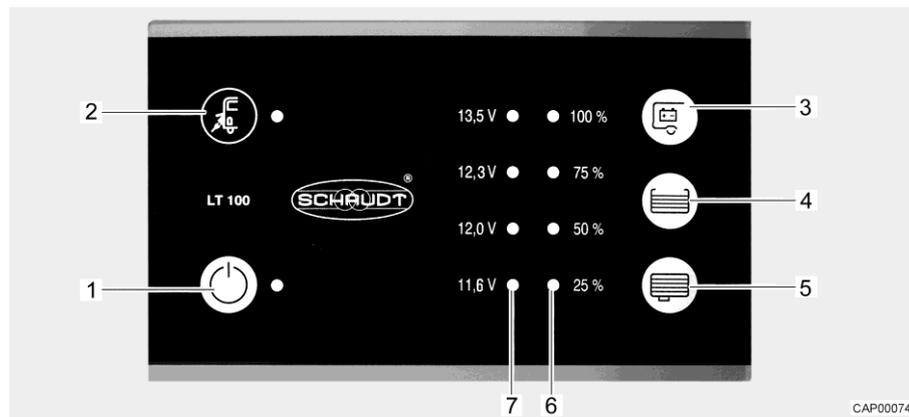

Fig. 31 Pannello di controllo (LT 100)
Il LED giallo accanto al simbolo del collegamento a rete "⚡" (Fig. 31,2) si accende, quando il veicolo è collegato a un'alimentazione di rete esterna. Il LED si accende anche se il pannello di controllo è spento.
L'interruttore principale a 12 V (Fig. 31,1) inserisce o disinserisce il pannello di controllo e l'alimentazione a 12 V dell'abitacolo.
- Premere l'interruttore "⏻" (Fig. 31,1): L'alimentazione a 12 V dell'abitacolo è inserita. Il LED diventa verde.
- Premere di nuovo l'interruttore "⏻" (Fig. 31,1): L'alimentazione a 12 V dell'abitacolo è disinserita. Il LED si spegne.
La scala LED (Fig. 31,7) indica la tensione della batteria dell'abitacolo nel modo seguente:
- Premere il tasto "E3" (Fig. 31,3): Viene indicata la tensione della batteria dell'abitacolo.
La scala LED (Fig. 31,6) indica il livello del serbatoio dell'acqua potabile o del serbatoio delle acque grigie.
Premere il tasto "☰" (Fig. 31,4): Il livello di riempimento del serbatoio dell'acqua potabile è indicato dai LED accesi.
Premere il tasto "☷" (Fig. 31,5): Il livello di riempimento del serbatoio delle acque grigie è indicato dai LED accesi.